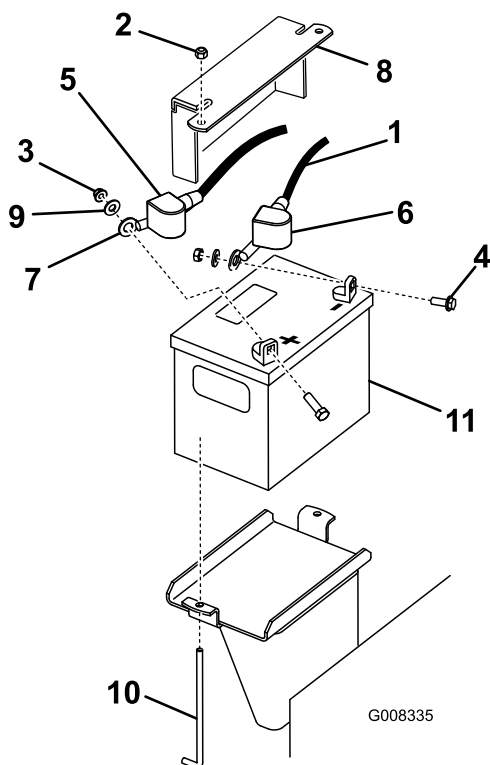

Figura 42
3. Levante la cubierta de goma negra del cable negativo. Desconecte el cable negativo del borne negativo (-) de la batería (Figura 42).
- Retire la cubierta de goma roja del borne positivo (rojo) de la batería. Luego retire el cable positivo (rojo) de la batería (Figura 42).
- Retire la pletina de sujeción, los pernos en J y las contratueras que sujetan la batería (Figura 42), y retire ésta.
- Coloque la batería en la máquina (Figura 42).
- Conecte primero el cable positivo (rojo) al borne positivo (+) de la batería con una tuerca, una arandela y un perno (Figura 42). Deslice la cubierta de goma sobre el borne.
- Luego conecte el cable negativo y el cable de tierra al borne negativo (-) de la batería con una tuerca, una arandela y un perno (Figura 42). Deslice la cubierta de goma sobre el borne.